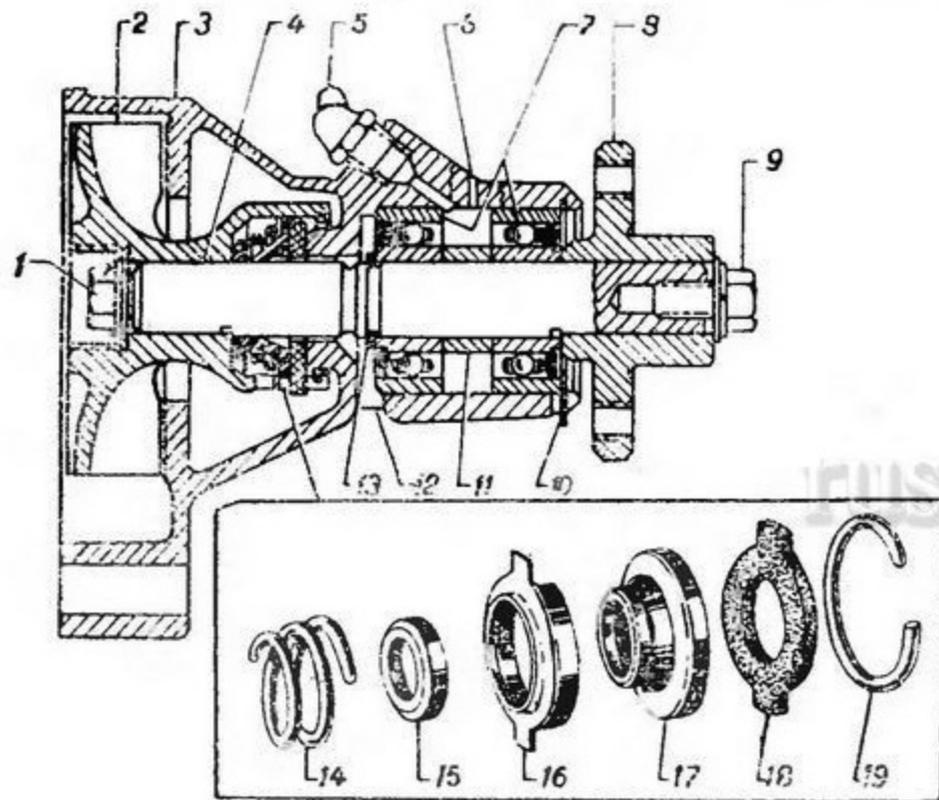
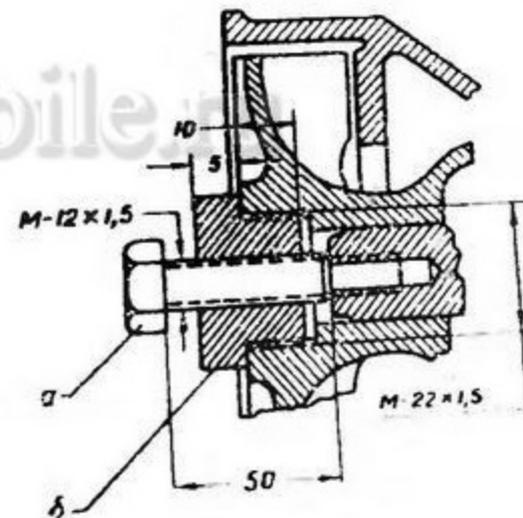

Рис. 7. Водяной насос.
Рис. 8. Снятие крыльчатки с валика водяного насоса. а—винт съемника, б—гайка съемника.
Водяной насос (рис. 7) центробежного типа. Вал насоса установлен на двух шариковых подшипниках. Ступица вентилятора надета на передний конец вала на лыске и закреплена болтом 9. Крыльчатка насоса также одета на лыску, имеющейся на заднем конце вала (во избежание проворачивания), и закреплена болтом 1. Для уплотнения насоса служит самоподтягивающийся сальник, имеющий сменные текстолитовую шайбу и резиновую манжету.
Для ремонта сальника или его замены следует снять с двигателя водяной насос и вывернуть болт 1 (рис. 7). Затем зажать насос в тиски за ступицу вентилятора, завернуть до отказа гайку «б» съемника в крыльчатку насоса и, вращая винт «а» съемника, выпрессовать крыльчатку насоса вместе с сальником, как указано на рис. 8.
**Примечание.** Съемник крыльчатки водяного насоса к транспортеру не дается. При необходимости снять крыльчатку съемник следует сделать по размерам, указанным на рис. 8.